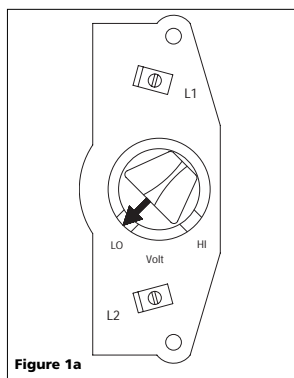

Figure 1a
- Retirer le couvercle à l'arrière du moteur pour trouver le sélecteur de tension (figure 1a).